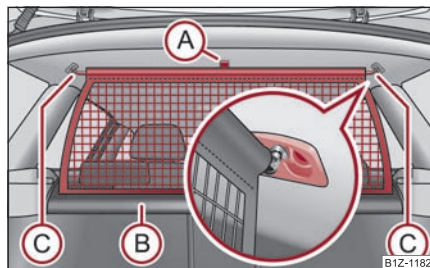

Fig. 105 Desfacerea peretelui despărțitor
- Trageți peretele de curelușă (A) din carcasă (B) în direcția suporturilor (C) ⇒ fig. 105.
- Introduceți bara transversală în locașurile (C) și apăsați bara în față. ►
- În același mod fixați bara pe partea cealaltă a autovehiculului, locașul (C).
- Trageți bara în spate din suporturile din plafon, mai întâi pe o parte, apoi pe partea cealaltă, și scoateți-o din suporturi (C) ⇒ fig. 105.
- **Susțineți** bara transversală astfel încât peretele să se poată rula încet și fără să se deterioreze, în carcasă (B).